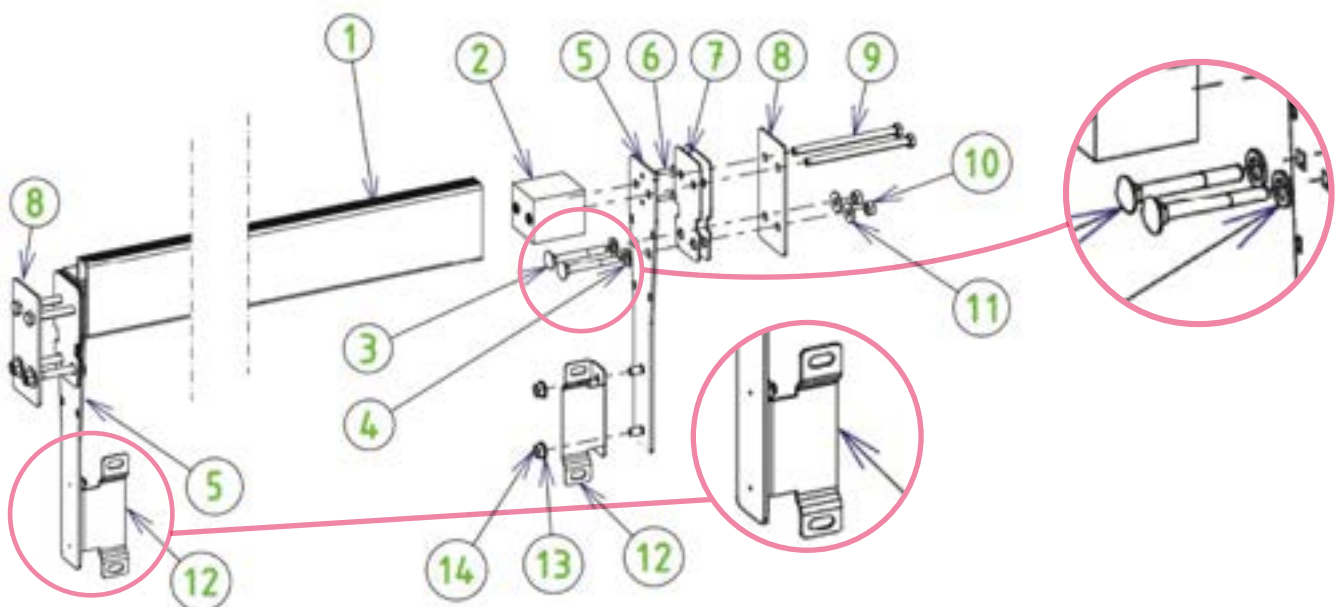

Abbildung 42 – Montage und Installation des Trägers
Die Montageschritte des Trägers werden in *Abbildung 42* dargestellt. Die zur Montage erforderlichen Schrauben finden Sie in Beutel Y. In der Abbildung befindet sich die Holzwand zwischen den Teilen 7 und 8, die Folie ist zwischen den beiden Gummi-Dichtungsplatten (7) eingezwängt.
**Die Dichtungsscheiben (4) sind dringend erforderlich, um die Leckdichtheit des Pools zu gewährleisten.**
Befestigen Sie die beiden Winkel (12) mit Hilfe von 4 Muttern (14) und vier 8 mm Edelstahl-Unterlegscheiben A4 (13) an den Trägerplatten (5). Die herausstehenden Teile der Winkel (12), die eine Einkerbung haben, müssen an der dem Skimmer und der Achse gegenüberliegenden Seite sein (siehe vergrößerte Ansicht der Winkel (12) in *Abbildung 42*).
Befestigen Sie schließlich die Trennwand auf den Winkeln (Teil 12 in *Abbildung 42*) mit vier Senkkopfschrauben (7) 8 x 16, vier Unterlegscheiben und vier Muttern von 8 mm Durchmesser aus A4 Edelstahl.